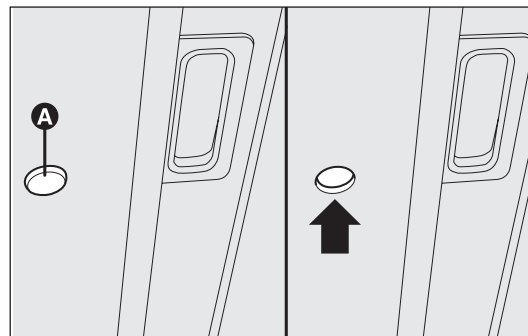

fig. 66
- introduire cette clé dans le logement A-fig. 66 et tourner :